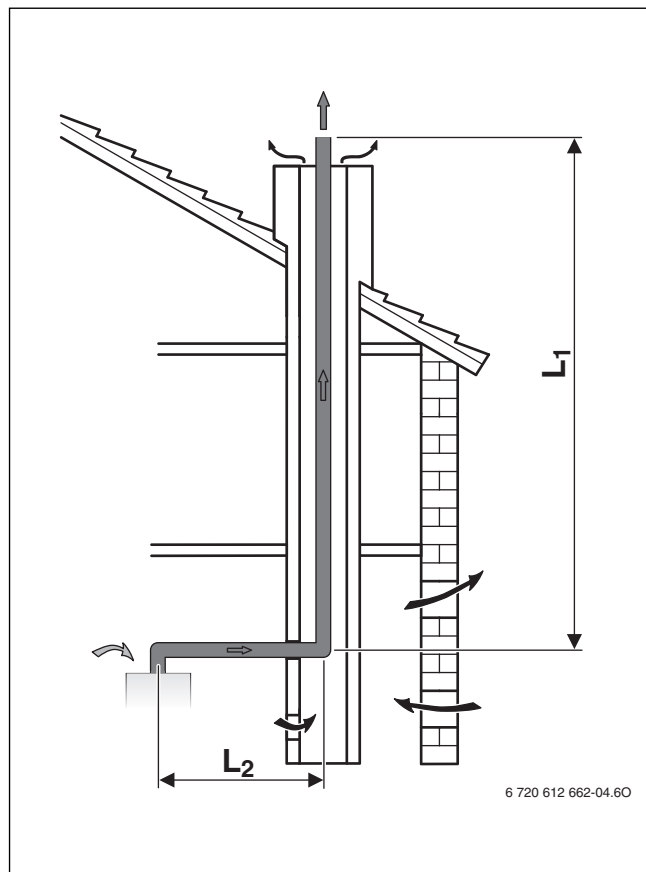

Fig. 7 Ghidarea gazelor arse în puț conform B23
- În cazul în care ghidarea gazelor arse se realizează într-un puț cu aerisire posterioară (→ Fig. 7, 8 și 10), nu este necesară nicio curățare.